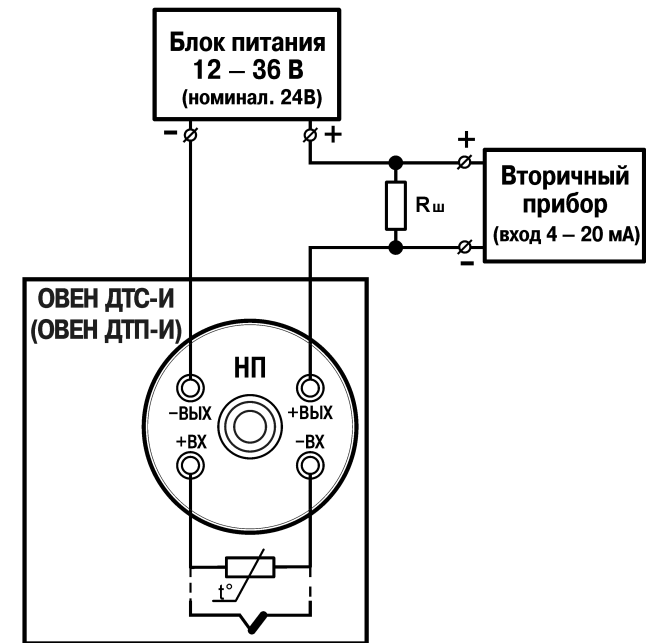

Рисунок 5.2 – Схема подключения датчика (НП – нормирующий преобразователь)
5.2.7 Выполнить подключение датчика к измерительному прибору согласно схеме, см. рисунок 5.2.